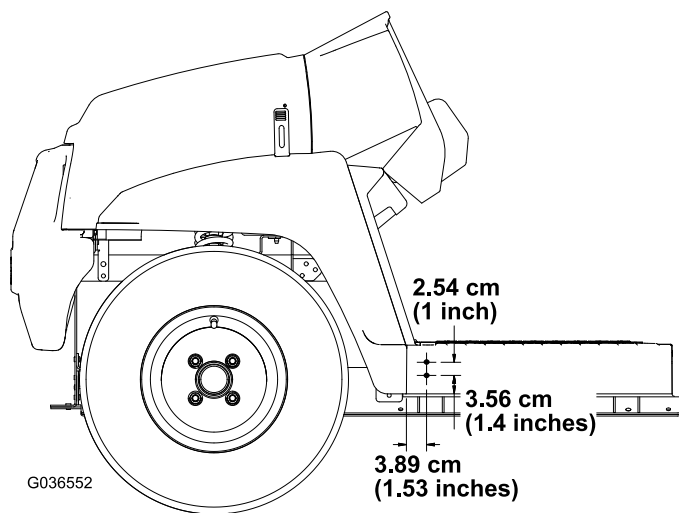

Figura 3
2. Con las dimensiones mostradas en Figura 3, realice 2 taladros (5/16") en la parte exterior de la chapa del suelo en los laterales derecho e izquierdo de la máquina.